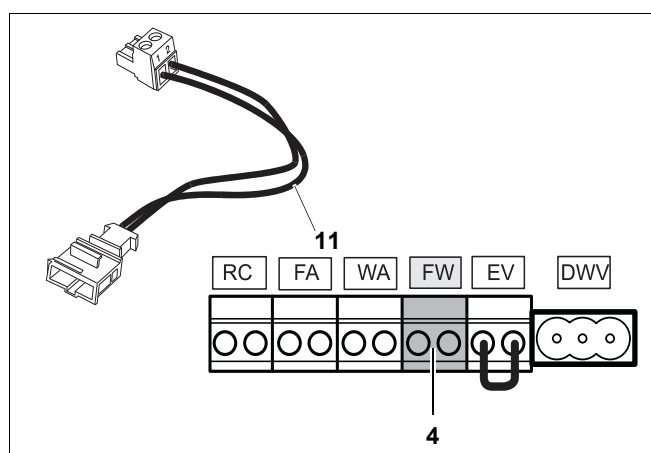

Fig. 34 Regletă – Senzorul temperaturii apei calde (culoare de racord gri)
- Racordați senzorul temperaturii apei calde la borna FW gri (fig. 34, poz. 4). Folosiți pentru aceasta cablul adaptorului livrat împreună cu senzorul temperaturii apei calde (fig. 34, poz. 11).